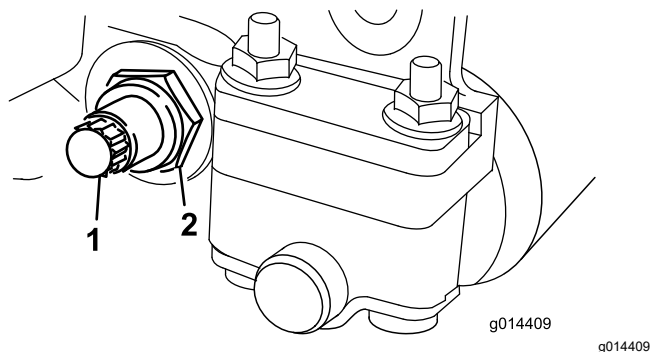

Figure 14
3. De chaque côté de la machine, desserrez le contre-écrou de fixation du boulon de la barre d'appui (**Figure 14**).
4. Retirez les boulons de la barre d'appui afin de pouvoir abaisser la barre et la déposer de l'unité de coupe (**Figure 14**).